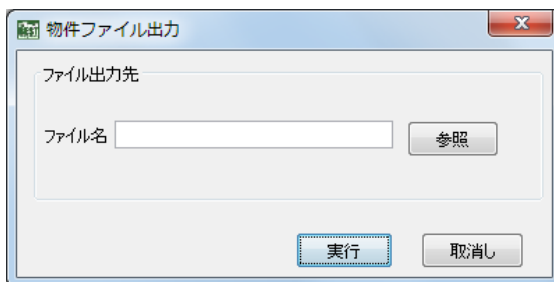

図 2.3.3-1 物件ファイル保存画面
- ① メニューバーの [ファイル(F)] から [物件データ出力(A)] を選びます。
- ② [物件ファイル出力] 画面 (図 2.3.3-1) の [参照] ボタンをクリックします。
- ③ 表示された [保存] 画面で、保存先のフォルダーを選択して、ファイル名「例題Ⅱ 2 ゾーンオフィス 建築計算 (最大負荷)」を入力します。
- ④ [保存] ボタンをクリックすると、②の物件ファイル出力画面に戻りますので、ファイル名欄に入力したファイル名が表示されていることを確認し、[実行] ボタンをクリックします。